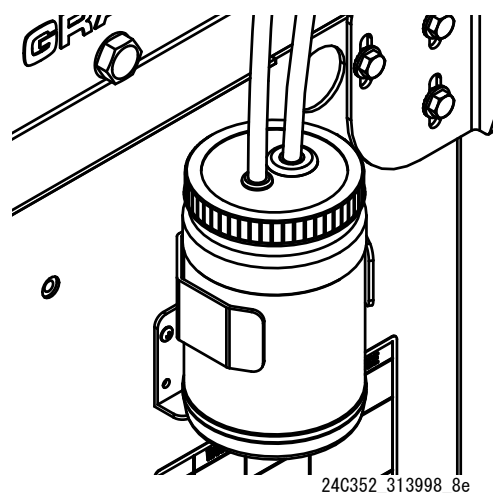

図 17: IsoGuard Select 液体システム
4. IsoGuard Select 液リザーバ（LR）をブラケット（RB）から持ち上げて、キャップから容器を外します。キャップを適切な容器の上に持ちながら、インレットチェックバルブを外して IsoGuard Select 液を排液させます。チェックバルブをインレットホースに再接続します。図 17 を参照してください。